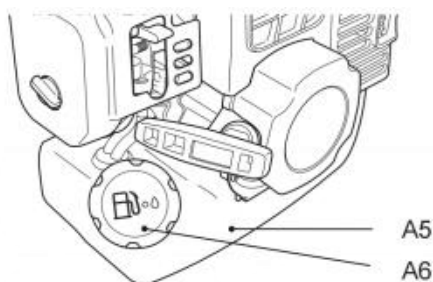

Fig. 25
- Svitare e rimuovere il tappo del serbatoio del carburante (A6) (Fig. 25).